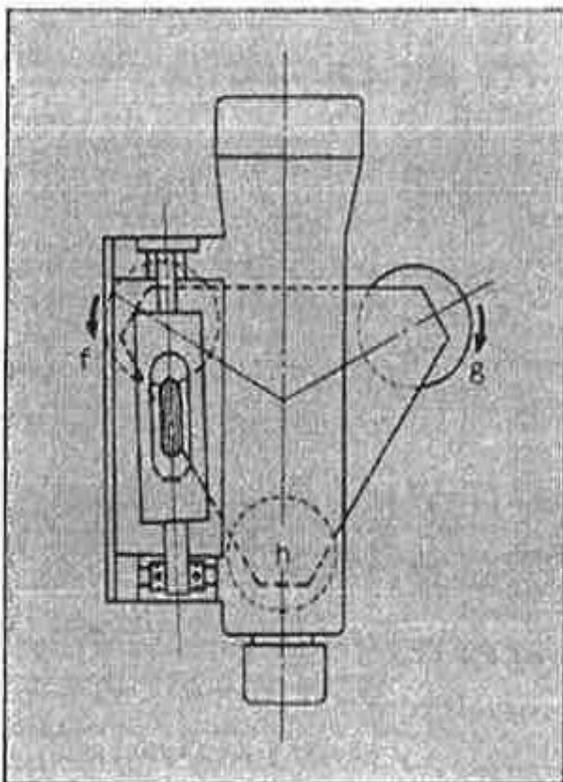

図6
- ① 整準ねじ f 及び g を図6の位置において、気泡像合致の状態にし、遠方においた標尺を読み取ります。
- ② この状態から f ねじを1回転すれば、縦軸が左方に傾いて視軸は目標から外れ、標尺の読みはより低い(高い)所を示します。
- ③ 次に、g ねじを f と反対の方向に約1回転し、標尺の読みが最初の読みとほぼ同じになるようにします。